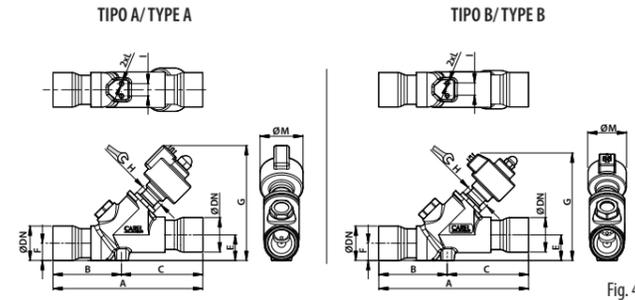

Fig. 4
5. Tighten the steel cartridge to the special threaded socket in the valve body using fork spanner (for the size see Fig. 4), making sure the O-ring is fitted to ensure hermetic tightness. Tighten the cartridge by pressing the ring against the valve body with a recommended torque of 30-35 Nm for E⁵V and E⁶V or 35-40 for E⁷V (Fig. 2.3). **Warning!** If the threaded rod comes completely out of the cartridge, proceed as follows:
- Visser la cartouche en acier au corps du détendeur dans son emplacement fileté spécial avec une clé à fourche (pour la dimension, voir fig. 4) en vérifiant l'insertion correcte du joint «O'ring», qui garantit son étanchéité. Serrer la cartouche en situant la bague en butée sur le corps vanne avec un couple de serrage conseillé de 30-35 Nm pour ESV et E6V ou de 35-40 pour E7V (Fig. 2.3).
- Den Stahlsatz in der speziellen Gewindeausparung des Ventilkörpers mit einem Gabelschlüssel (für die Größe siehe Fig. 4) verschrauben; überprüfen, dass der O-Ring, der die hermetische Dichtigkeit garantiert, befestigt ist. Den Einsatz am Ventilkörper mit einem Drehmoment von 30-35 Nm für E6V und E7V oder 35-40 für ESV festschrauben (Fig. 2.3).